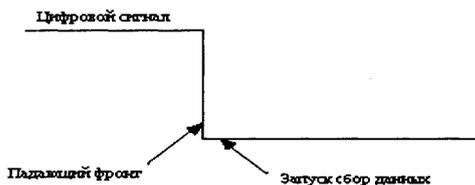

Рис. 20.4
Запуск операций сбора или генерирования данных может начинаться по цифровому сигналу. Цифровой сигнал представляет собой сигнал, который имеет два дискретных уровня: высшая ступень (1) и низшая ступень (0). При смене уровней инициализируется сбор данных. На рис. 20.4 сбор или генерирование данных начинается после того, как цифровой сигнал переходит на низшую ступень.